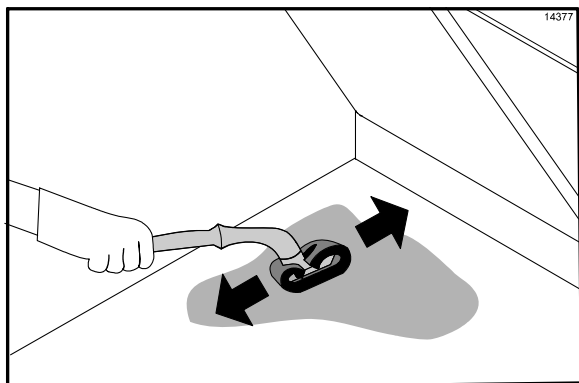

Figure 107
39. Utiliser le support du tampon de nettoyage pour frotter légèrement les surfaces inférieures du gril, jusqu'à ce que toutes les souillures soient liquéfiées par le nettoyant gril. Pour les souillures tenaces, appliquer davantage de nettoyant pour gril et frotter légèrement (Cf. Figure 107).